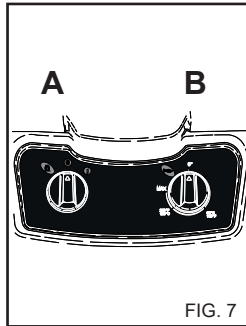

FIG. 7
Positionner le bouton du thermostat "B" (fig. 7) sur vapeur pour obtenir une augmentation de la température de l'eau en sortie. Températures de service supérieures à 95°C (203°F). La pression de service doit être à 32 bars (460 PSI).
**A la fin de l'utilisation de la "Phase vapeur", positionner le bouton du thermostat "B" sur "0" (fig. 7), laisser refroidir l'appareil pendant 3 minutes environ avec le pistolet ouvert.**